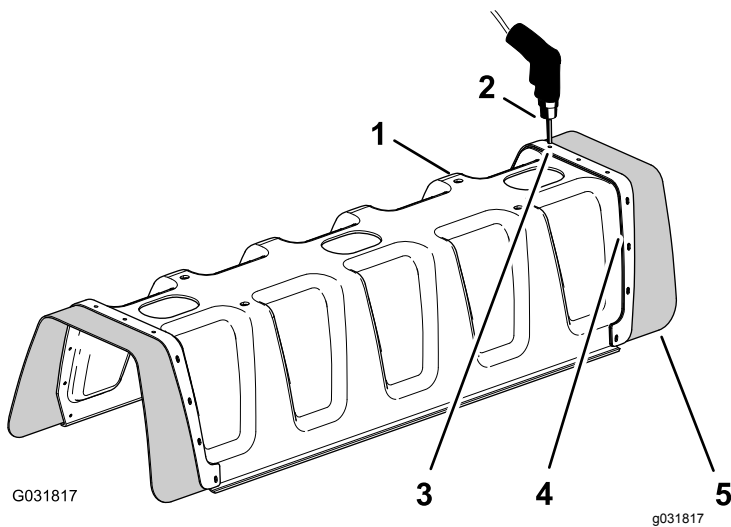

Figure 148
1. À l'aide d'une perceuse et d'un foret de 5 mm, percez les 11 rivets aveugles (Figure 148) qui fixent la plaque de renfort (avec une seule rangée de rivets) et la protection en caoutchouc au bout du couvercle de la section à 11 buses de la section de pulvérisation centrale que vous avez retirée à l'opération 2 de 6 Dépose du couvercle de la section centrale (11 buses) du kit rampe couverte en option (page 18).
2. Déposez la plaque de renfort, les 11 rondelles (3/16") et la protection en caoutchouc du couvercle de la rampe à 11 buses (Figure 148).